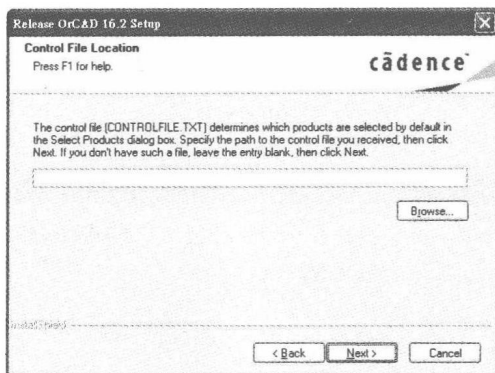

图 1.5
⑦ 如果您是专业版的使用者,在购买 OrCAD 系列产品后会收到原厂寄来的安装项目控制文件(Control File),此时您就要将存储该文件的完整路径及文件名输入图 1.5 中的空格。至于试用版的使用者并没有这个文件,所以只要直接单击“Next>”键即可。